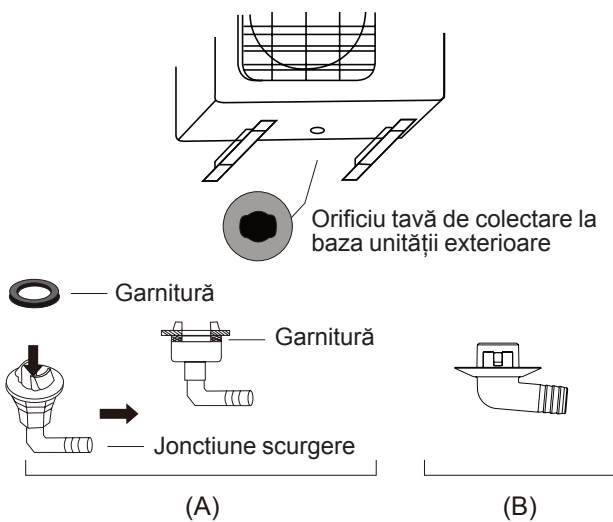

Fig. 5.4
**Dacă racordul de scurgere este prevăzut cu o garnitură din cauciuc** (consultați Fig. 5.4 – A), acționați în următorul fel:
**Dacă racordul de scurgere nu este prevăzut cu garnitură din cauciuc** (consultați Fig. 5.4 – B), urmați următoarele etape: